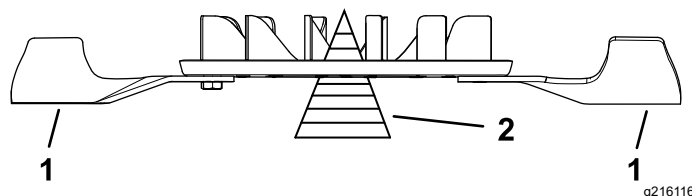

Bild 109
- Prüfen Sie die Auswuchtung des Messers auf einer Ausgleichsmaschine (Bild 109).